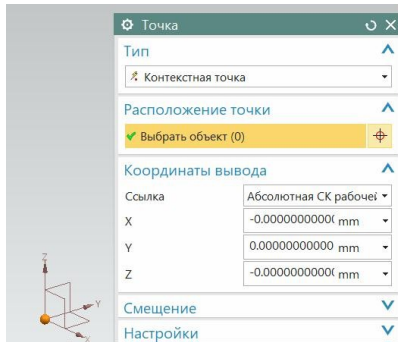

рис.37
- Или **рабочим** (рис.37, 38).